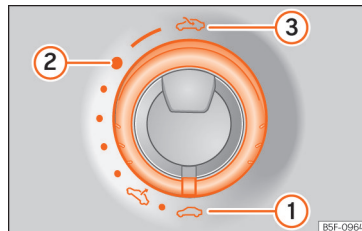

Abb. 12 Im Dachhimmel: Zum Öffnen und Schließen den Knopf drehen.
- Öffnen: Drehen Sie den Schalter auf die Position »» Abb. 12 ③.
- Komfortstellung: Drehen Sie den Schalter auf die Position »» Abb. 12 ②.
- Schließen: Drehen Sie den Schalter auf die Position »» Abb. 12 ①.